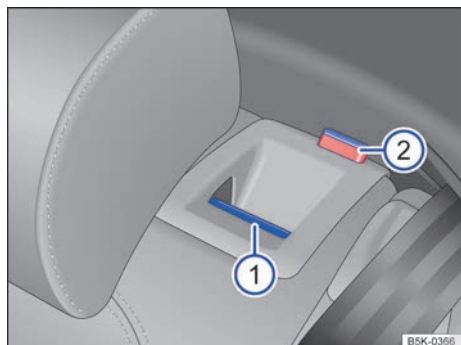

Fig. 95 En el respaldo del asiento trasero: tecla de desbloqueo ①; marca roja ②.
- Tire de la tecla de desbloqueo ⇒ fig. 95 ① hacia delante y, al mismo tiempo, abata el respaldo hacia delante.
- La parte en cuestión del respaldo está desbloqueada cuando se ve la marca roja ②.
El respaldo del asiento está desbloqueado cuando se ve una marca roja ⇒ fig. 95 ②.